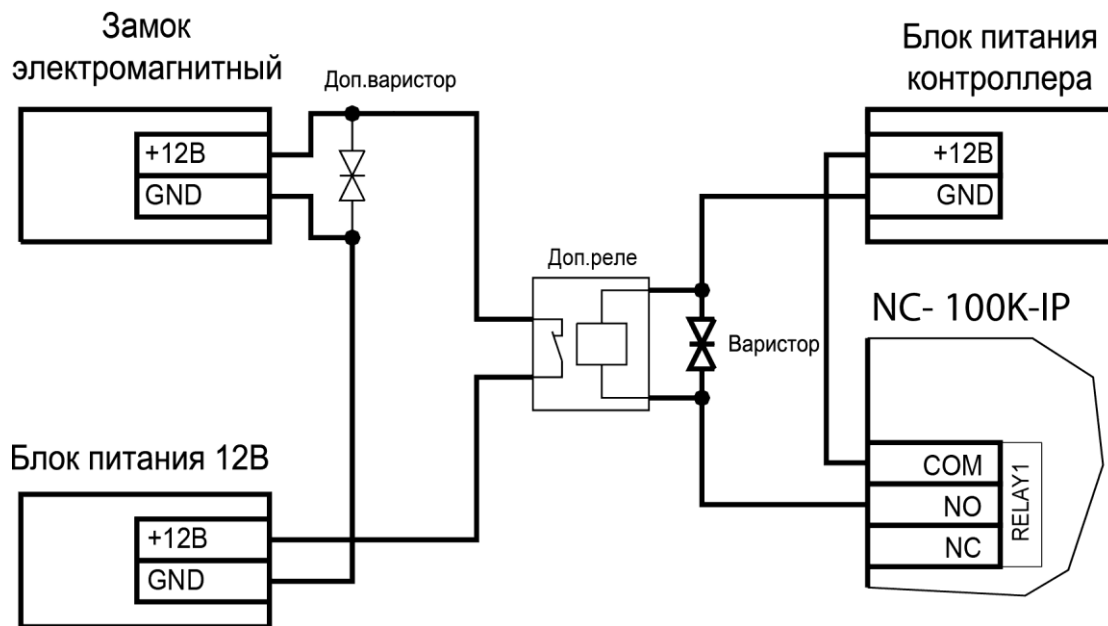

Рисунок 13. Схема подключения замка с большим током потребления
- Установите дополнительное промежуточное реле (см. рис. 13).
Реле должно срабатывать от напряжения 12 В, подаваемого от контроллера, а исполнительные контакты – обеспечивать длительную многократную коммутацию силовой цепи замка. Настоятельно рекомендуется установить дополнительный варистор на стороне замка (рис. 13). Обратите внимание, второй варистор в комплект поставки не входит.